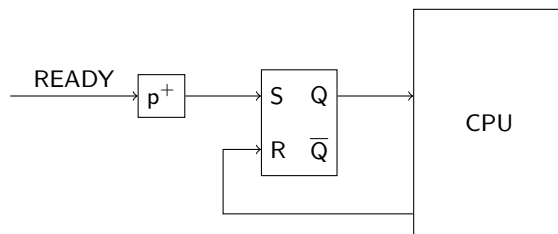

Figura 2: Schema logico per riconoscere l'arrivo di una nuova richiesta di interruzione.
- A livello hardware, dobbiamo intanto assicurarci che la CPU non veda due volte la stessa richiesta. Per come abbiamo descritto il meccanismo, infatti, quello che accade è che, non appena la CPU vede READY 1, salta alla prima istruzione della routine di servizio. Se questa istruzione non è esattamente quella che scrive in TBR, alla fine della sua esecuzione READY sarà ancora a 1 e, dunque, la CPU salterà nuovamente alla prima istruzione della routine di servizio, cioè quella appena eseguita, e così all'infinito. Questo problema può essere risolto in hardware con una rete come in Figura 2, in cui la richiesta viene trasformata in un impulso che setta un latch S/R. Il microprogramma della CPU provvederà a resettare il latch dopo aver visto la richiesta, in modo che il latch sia di nuovo attivo solo se arriva una *nuova* richiesta di interruzione.